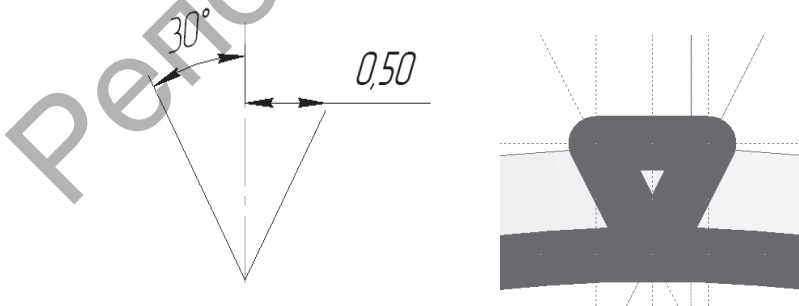

Рисунок 13.4
4. Выделите торцевую поверхность модели и выберите в меню команду «Чертить на грани», затем вызовите команду «Построение→Прямая». Постройте вспомогательную вертикальную линию, проходящую через центр окружности. Далее вызовите команду «Настройка→Сетка», установите все флажки в появившемся окне и задайте шаг сетки по осям **0,5 мм**. Увеличьте масштаб изображения так, чтобы можно было построить треугольник по размерам, указанным в примере (рис. 13.4).